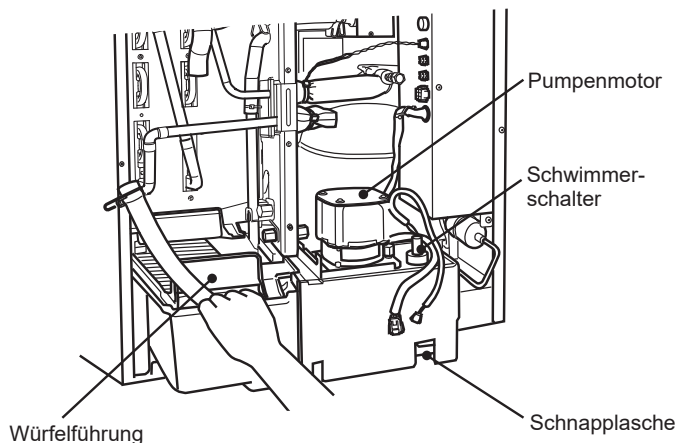

Abb. 4
5) Wassertank, Würfelführung, Pumpenmotorträger, Pumpenmotor und Schwimmerschalter zusammen herausziehen. Siehe Abb. 4.